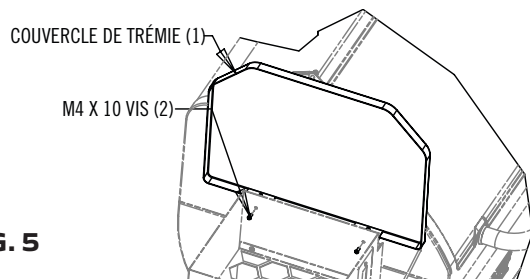

FIG. 5
1. Installez le couvercle de la trémie comme indiqué sur la Fig. 5.